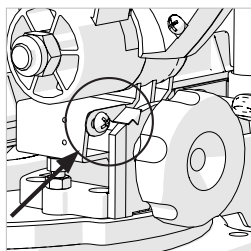

Рис. 7
- Убедитесь, что режущий блок зафиксирован в вертикальном положении и указатель вертикального угла находится на отметке шкалы 0° (**рис. 7**).